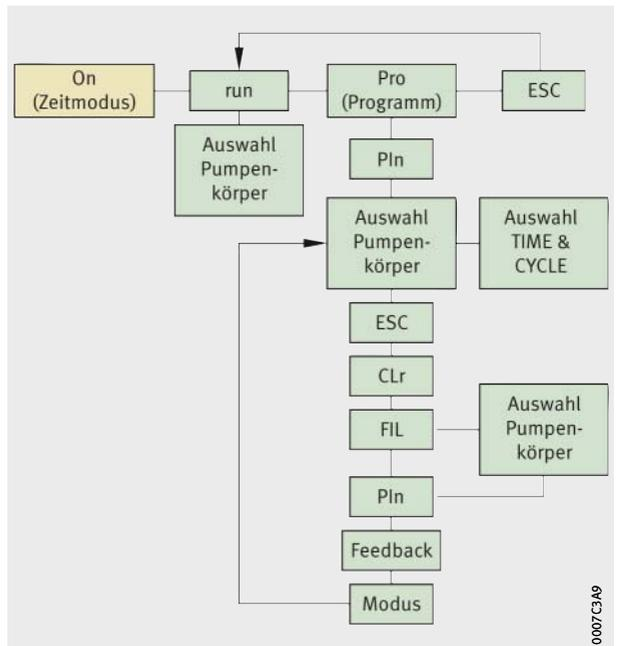

Bild 16
- Zeitsteuerung (Zeitmodus) durch integrierten Mikrocontroller (Grundeinstellung), *Bild 16*